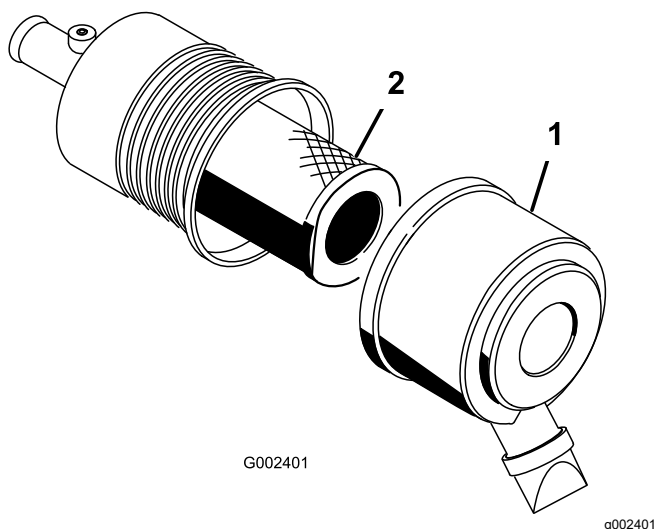

Bild 44
1. Lösen Sie die Riegel am Luftfilter und ziehen Sie die Abdeckung vom Luftfiltergehäuse ab (Bild 44).
3. Schieben Sie den Filter vorsichtig aus dem Luftfiltergehäuse heraus (Bild 44).
5. Schieben Sie den Filter vorsichtig auf das Gehäuserohr (Bild 44).
6. Bringen Sie die Luftfilterabdeckung mit der Seite nach oben an und rasten Sie die Riegel ein (Bild 44).